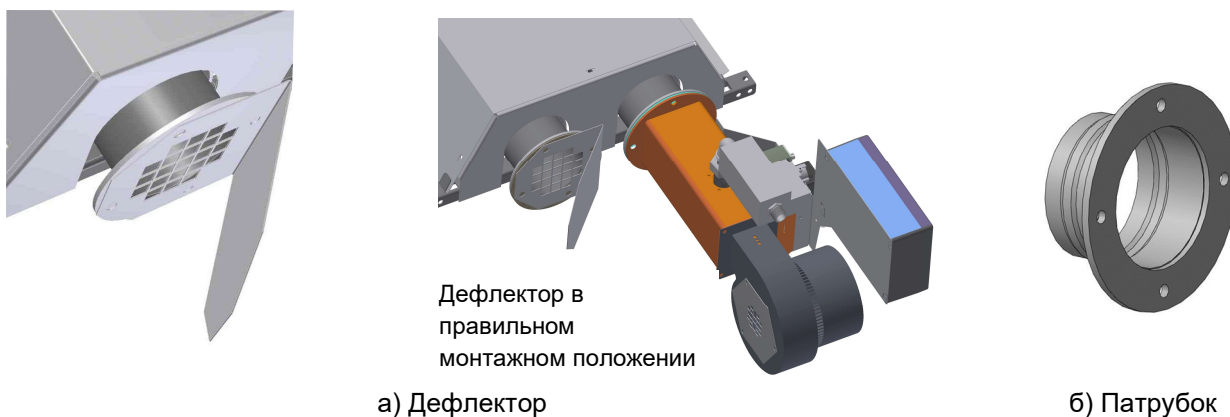

Рисунок 6.3.2
- На последней трубе крепится дефлектор или патрубок в зависимости от того, куда будут удаляться продукты сгорания (рисунок 6.3.2).